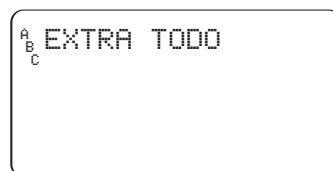

Ilustración 17:
3. Pulse el botón **SIGUIENTE** hasta que aparezca en la pantalla "A B C Extra TODO" [Ilustración 17]